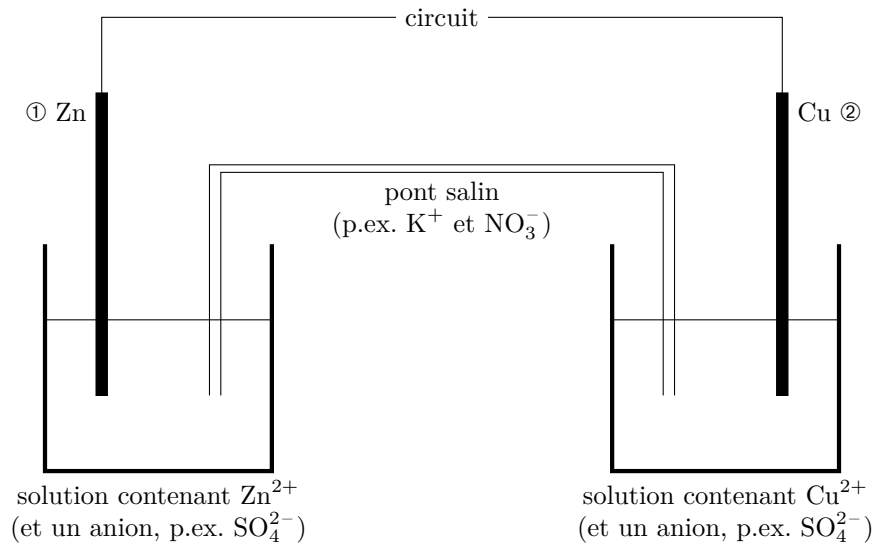

Figure 1 – Schéma de principe de la pile Daniell.
- 2 - Compléter la figure 1 en indiquant le sens de déplacement des porteurs de charge : électrons dans le circuit extérieur, anions et cations dans le pont salin. En déduire le sens du courant dans le circuit extérieur.